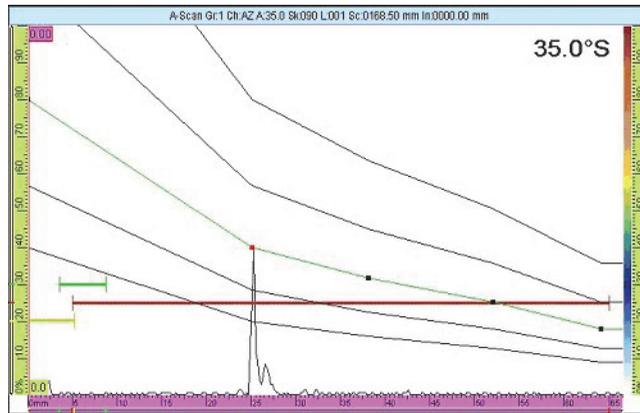

Abbildung 6-7 DAC-Kurve auf dem nächsten Signal
- b) Stellen Sie den Wert unter **Amplitude** so ein, dass die DAC-Kurve auf das Amplitudenmaximum des Reflektorsignals gebracht wird (siehe Abbildung 6-7 auf Seite 185).